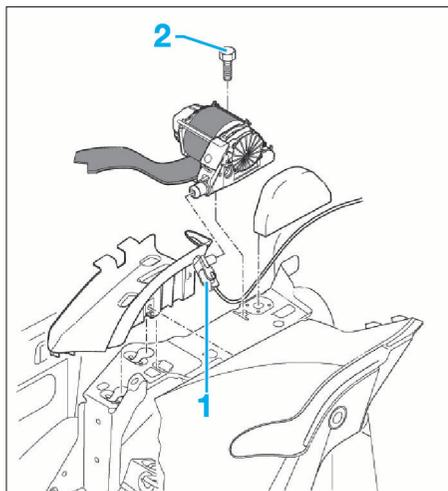

FIG. 34
- Débrancher le connecteur (1) du prétensionneur (Fig.34).